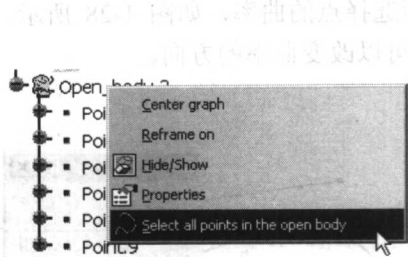
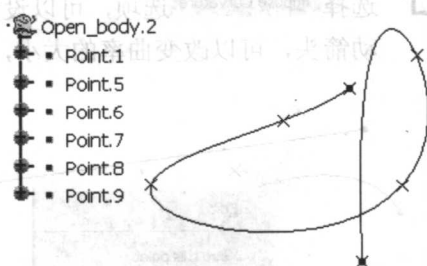
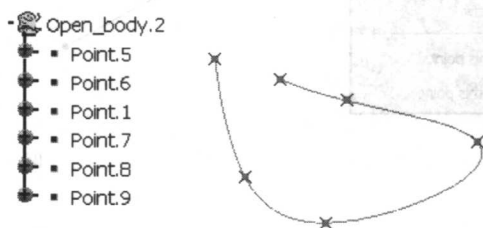

图 1-20
图 1-21
图 1-22
(9) 可以选择一个开放部件中的所有几何点建立样条线。首先单击“建立空间曲线”按钮, 接着在开放部件上单击鼠标右键, 在弹出的菜单中选择 **Select all points in the open body** 选项, 如图 1-20 所示。系统将自动按照开放部件中点的顺序建立样条线, 图 1-21 所示是用 **Through points** 方式建立样条线的情况。改变点的顺序, 建立样条线也相应发生变化, 图 1-22 所示是移动点 **Point.1** 位置的结果。